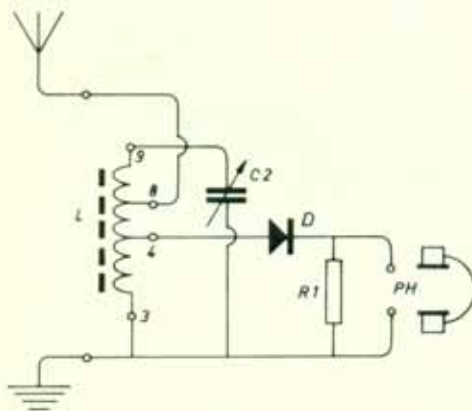

Fig. 1. Schakeling van de „Step by Step“-kristalontvanger.
We zullen nu eens zien wat het zetten van de "eerste stap" betekent. Uit het schema'tje (fig. 1) zien we dat het centrale punt wordt gevormd door de spoel L, voor het middengolfgebied, die met zijn aftakkingen vele mogelijkheden biedt. De afstemcondensator (C2) heeft een waarde van ca. 500 pF. De antenne wordt verbonden met één der aftakkingen, waarbij een compromis wordt bereikt tussen gevoeligheid van de ontvanger en de selectiviteit. Een germaniumdiode (D) verzorgt de detectie, de signaalgelijkrichting. Kortom, het klassieke kristalontvangertje, doch met onderdelen van moderne conceptie, waarbij echter aarde en antenne nodig blijken. Echter ideaal voor kamperen, géén batterijen en stroomgebruik.